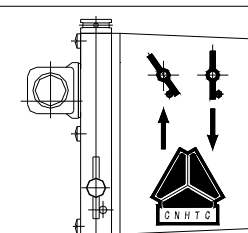

Рисунок 5
- 1.4. Поверните возвратное устройство масляного насоса наклоняющей системы в положение “↑” и выполните наклон кабины (рисунок 5) при помощи рычага задействуя масляный насос (или нажмите на выключатель 5).